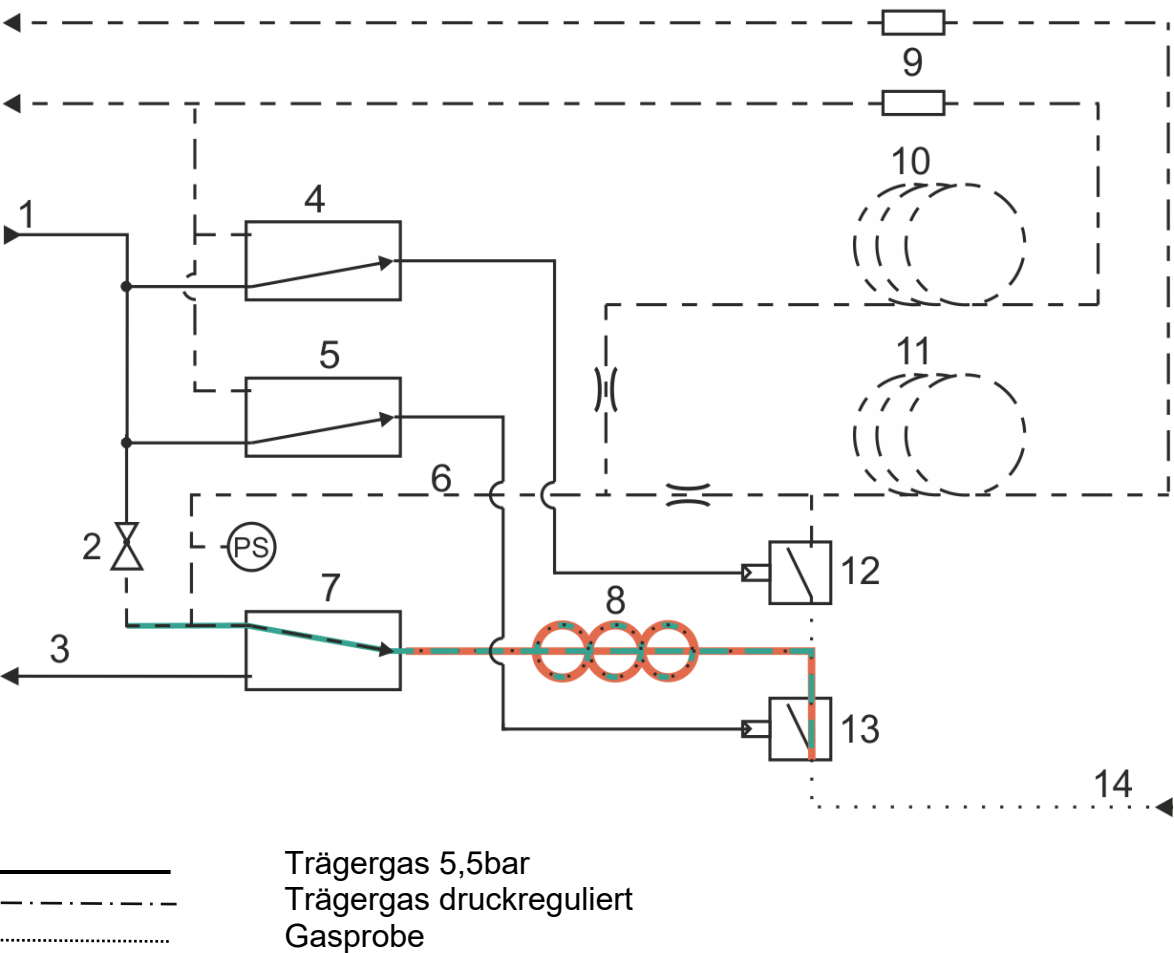
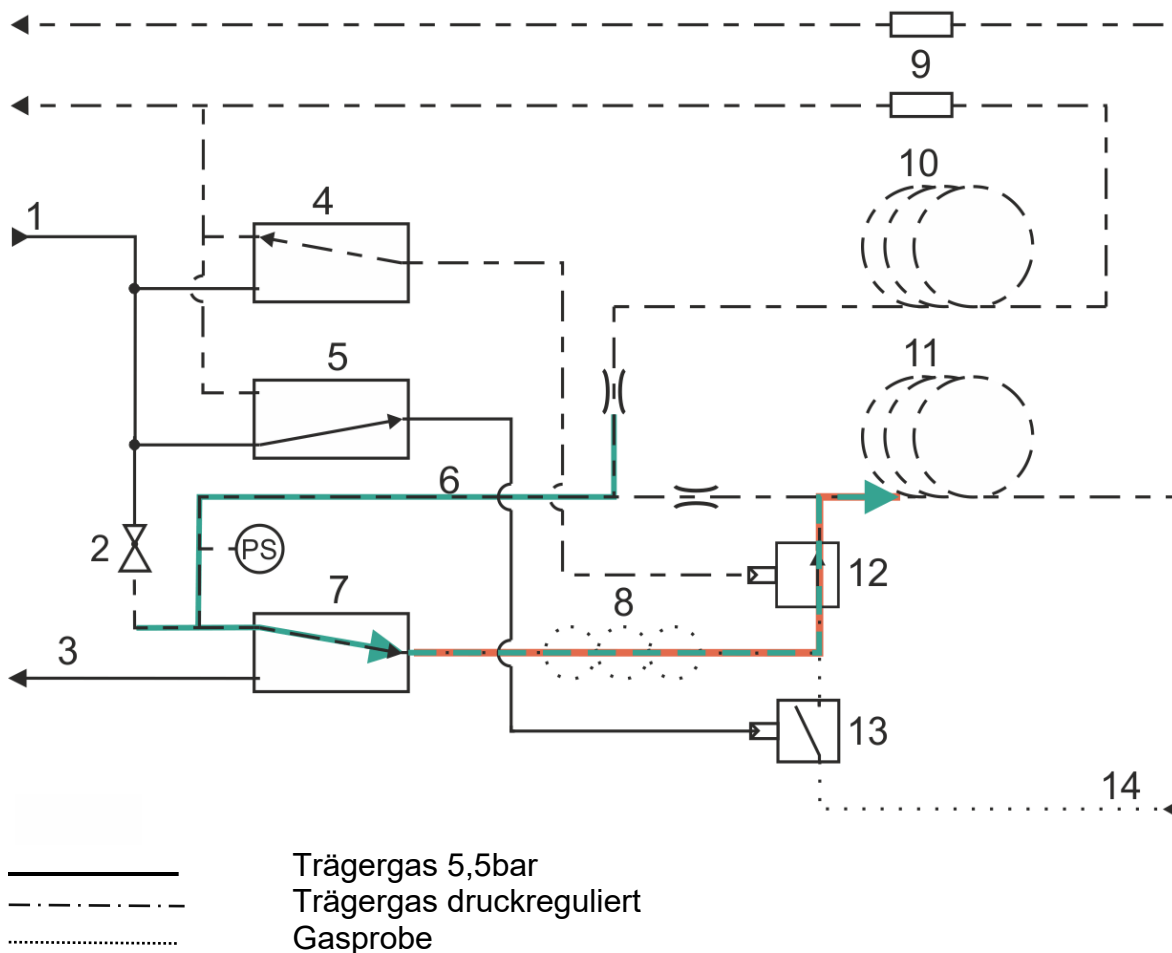
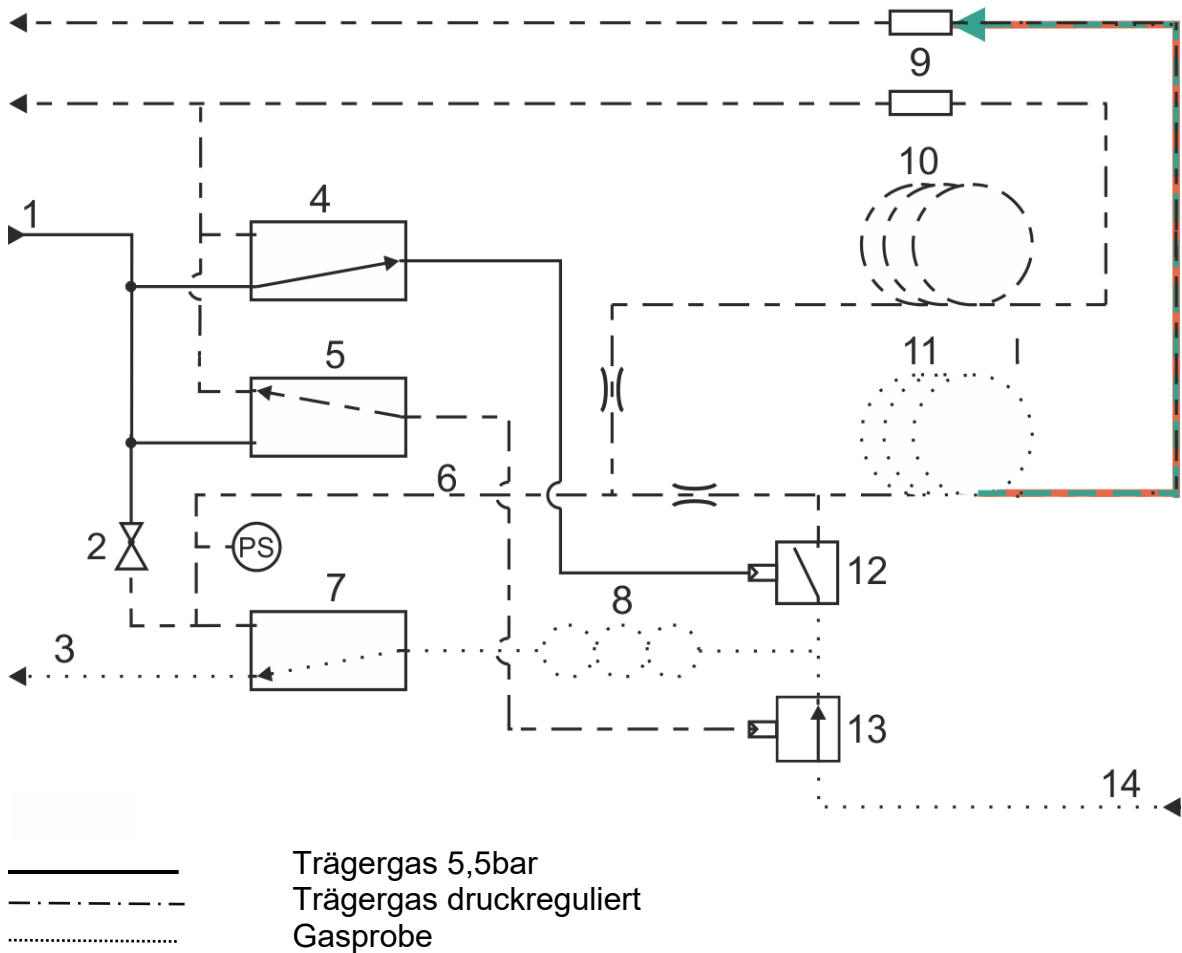

Abbildung 11: Druckbeaufschlagung
Abbildung 12: Injektion
Abbildung 13: Analyse
Die folgenden vier Diagramme *Abbildung 10: Spülung (Ausgangsstellung)*, *Abbildung 11: Druckbeaufschlagung*, *Abbildung 12: Injektion* und *Abbildung 13: Analyse* zeigen das grundsätzliche Ablaufschema einer Analysensequenz. Zur Verdeutlichung ist der Ablauf nur für einen Kanal dargestellt.
- Druckbeaufschlagung (Abbildung 11: Druckbeaufschlagung)
- Injektion (30ms - 800ms) (*Abbildung 12: Injektion*)
- Analyse (Abbildung 13: Analyse)